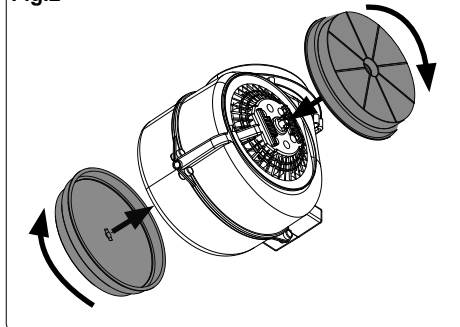

Fig.3
- Praticare i fori **A-B-C** (Fig.3) per il fissaggio alla parete al centro del vostro piano di cottura in maniera tale che la parte inferiore della cappa, da montare successivamente, si trovi ad una distanza non inferiore a 65 cm dal piano di cottura (Fig.8). Per i vari montaggi utilizzare viti e tasselli ad
- Praticare i fori **A-B** (Fig.3) per il fissaggio alla parete al centro del vostro piano di cottura in maniera tale che la parte inferiore della cappa, da montare successivamente, si trovi ad una distanza non inferiore a 65 cm dal piano di cottura (Fig.8).